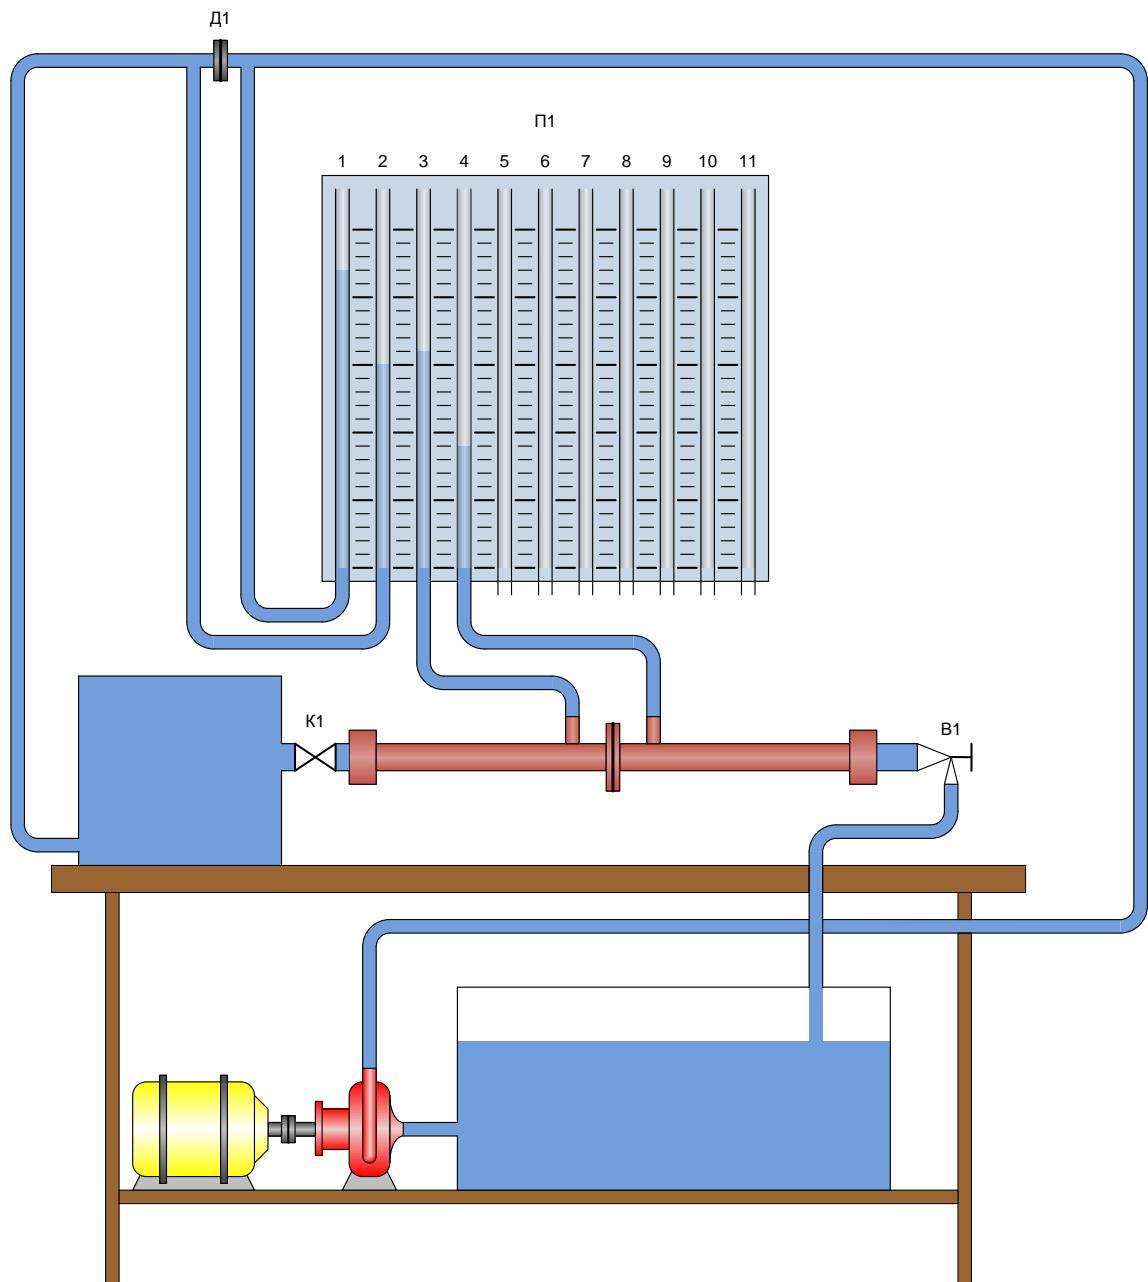

Рис. 1. Схема лабораторного стенда
1. Извлечь из ящика и установить модуль №2 «Потери напора на внезапное сужение» (кран K1 закрыт, насос выключен) – рис.1.